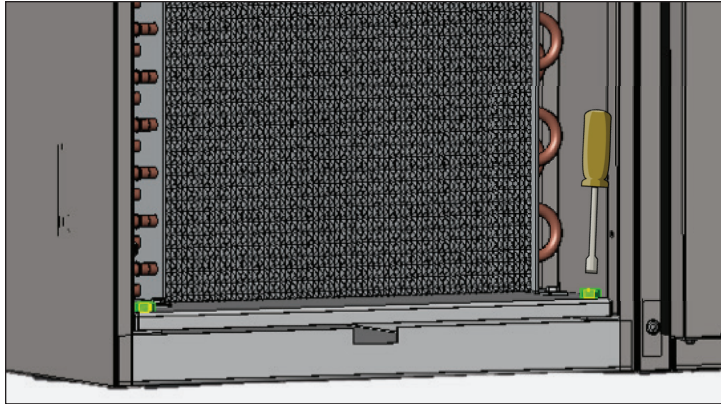

Fig. 5. Retire los pernos de la base del condensador.
6. Retire los pernos de la base del condensador. Véase la fig. 5.